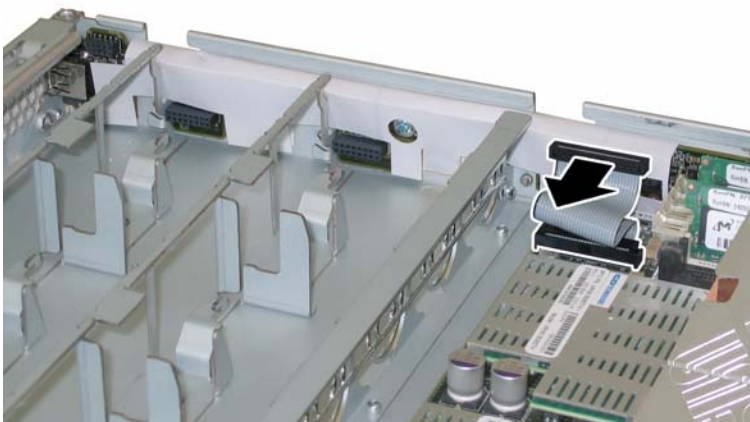

图 3-27 从前面 I/O 板断开互连线缆
10. 断开将前面 I/O 板连接到主板的互连线缆。请参见图 3-27。